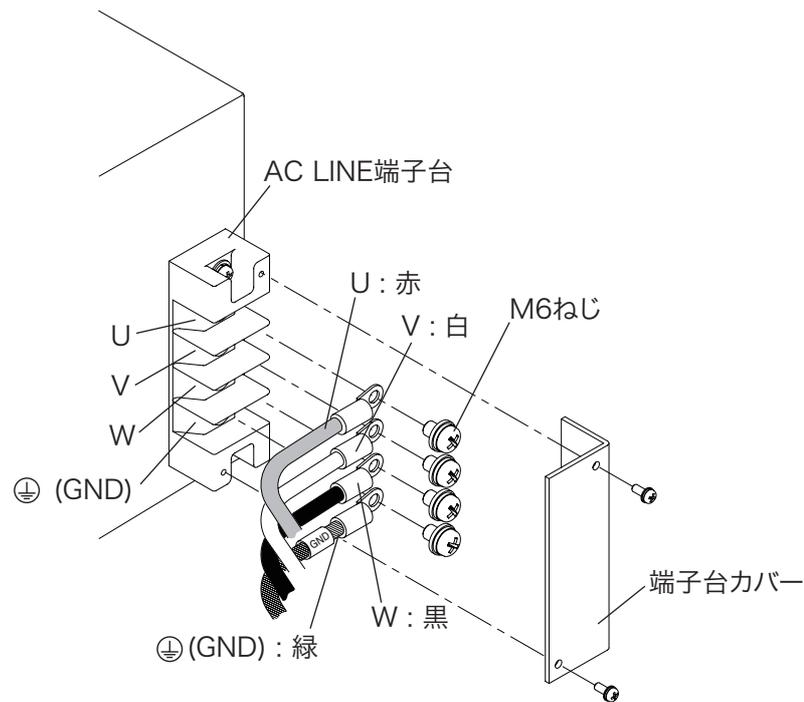

図 2-4 電源ケーブルの接続（オプションケーブル使用例）
- 3 図 2-4 のように AC LINE 端子に電源ケーブルを接続します。